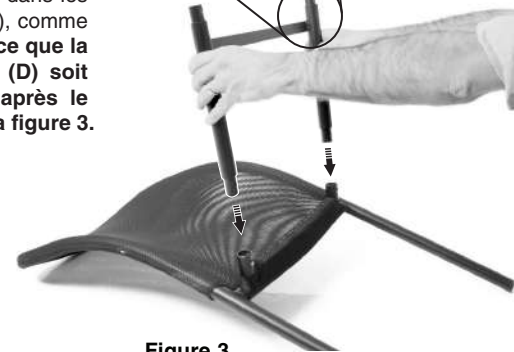

Figure 3
2. Carefully insert the seat frame (D) into the seat frame slots on the back frame (B), as shown in figure 3. **Ensure the cross bar on the seat frame (D) faces toward the top of the chair when inserted, as indicated in figure 3.**
2. Engager le cadre d'assise (D) dans les fentes du cadre du dossier (B), comme illustré à la figure 3. **Veiller à ce que la traverse du cadre d'assise (D) soit vers le haut de la chaise après le montage, comme illustré à la figure 3.**